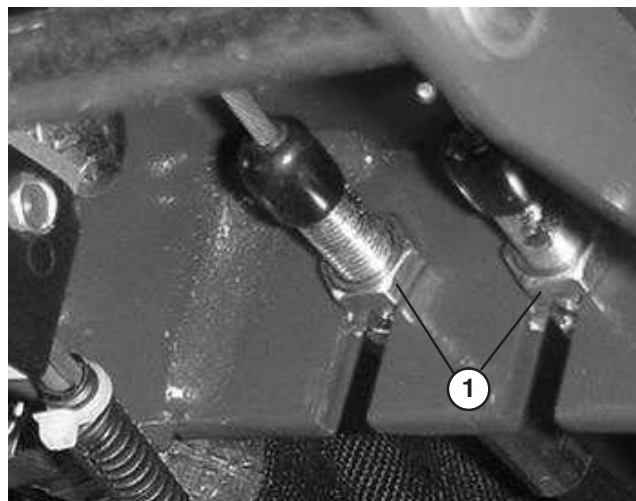

Figure 69
1. Pour réduire la garde aux pédales de freins directionnels (c.-à-d. pour serrer les freins), desserrez l'écrou avant sur l'extrémité fileté du câble de frein (Fig. 69) Serrez ensuite l'écrou arrière pour déplacer le câble en arrière jusqu'à obtention d'une garde de 13 à 25 mm. Resserrez les écrous avant lorsque les freins sont réglés correctement.